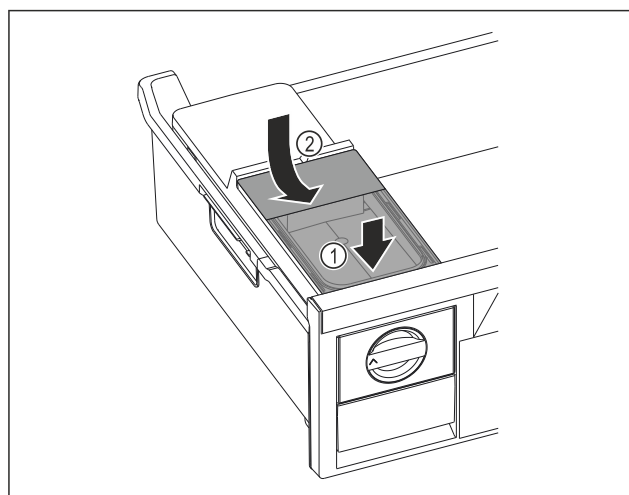

Fig. 92
- Watertank aan de voorkant plaatsen. Fig. 92 (1)
- Watertank aan de achterkant laten zakken. Fig. 92 (2)